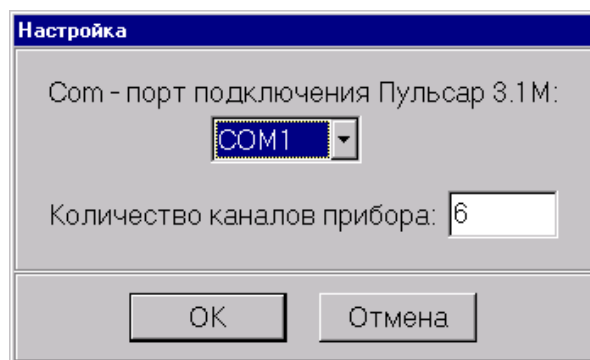

Рис. 6.3
- Изменение параметров осуществляется в диалоговом окне, открываемом при нажатии на кнопку «Настройка» (Рис. 6.3). Номер порта выбирается из выпадающего списка, а число каналов задается в текстовом поле.